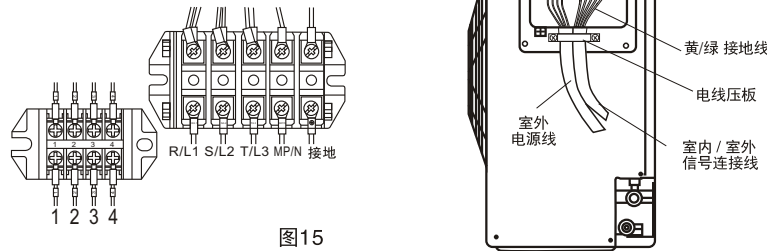

图15
- (1) 把连接电缆按电气接线图所示正确地牢固连接。(图15)